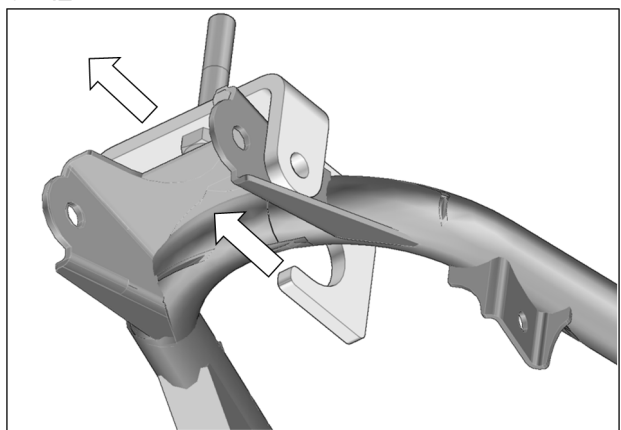

Fig. 8
7. Assurez-vous que le crochet de l'ancrage est correctement positionné au tube du bras inférieur. Voir la Fig. 8